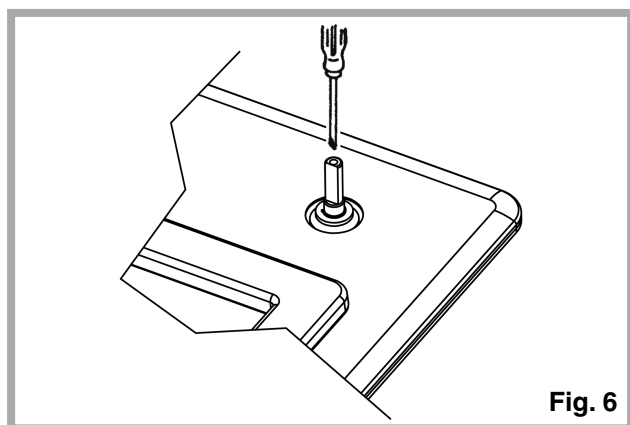

Fig. 6
- voor het afstellen van het minimum met de geschikte schroevendraaier aan de schroef op de kraan (Fig. 6) draaien nadat men deze op de minimumpositie heeft gebracht. Voor GPL (butaan/propaan) aandraaien.